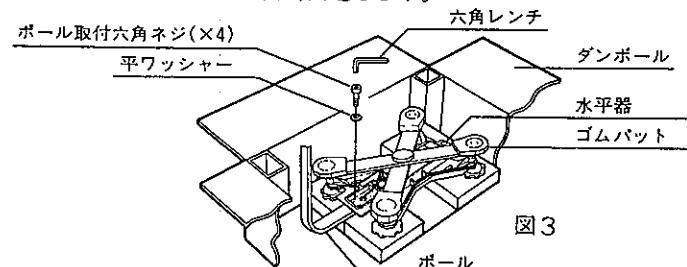

図3
- 上皿、緩衝材を取りのぞくとベースユニットが見えます（図3）。
- 表示器とベースユニットを図3の様に4箇所固定します。